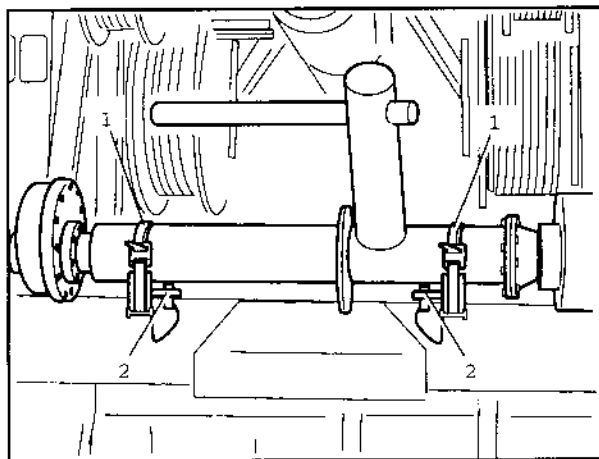

Bild 30
1. Federstecker (Bild 30/2) herausziehen und Haltegurte (Bild 30/1) öffnen.